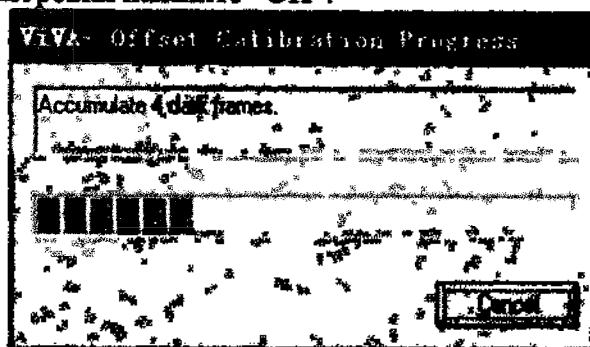

Рисунок 67 Окно состояния выполнения операции
- (1) Компенсационная калибровка выполняется (Offset calibration) следующим образом:
- Появится окно состояния выполнения операции с кнопкой отмены (Cancel) выполняющейся калибровки (см рис. 67). Для отмены калибровки, нажмите Cancel (отмена).